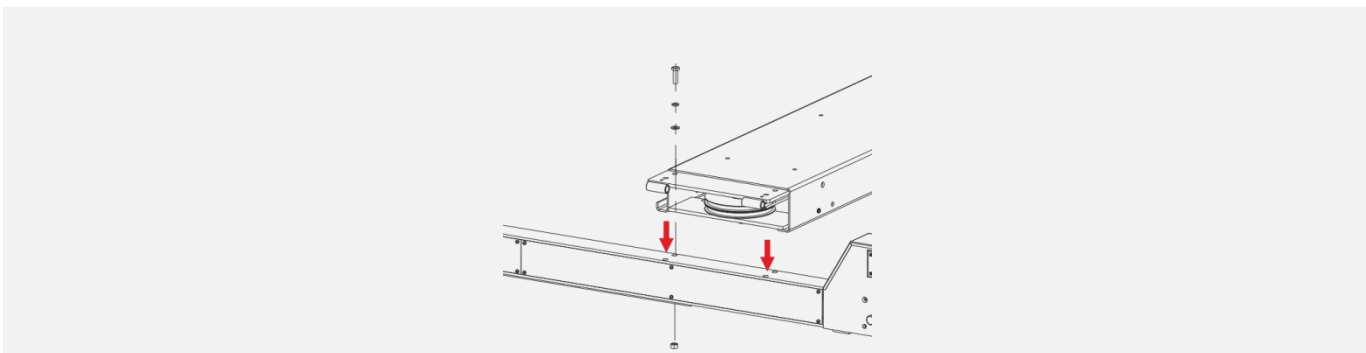

Рисунок 11
2. Совместите колонны с концами поперечных балок. Убедитесь, что главная колонна установлена в отведённое ей место. Двигайте колонну к поперечной балке пока не сработает защелка. Проверьте расположение поперечных балок платформ относительно колонн. Поперечные балки (механизм стопорения) должны быть установлены без перекосов относительно стопорной планки в колонне. В случае необходимости проведите регулировку установки платформ с помощью регулировочных пластин (рисунок 11).